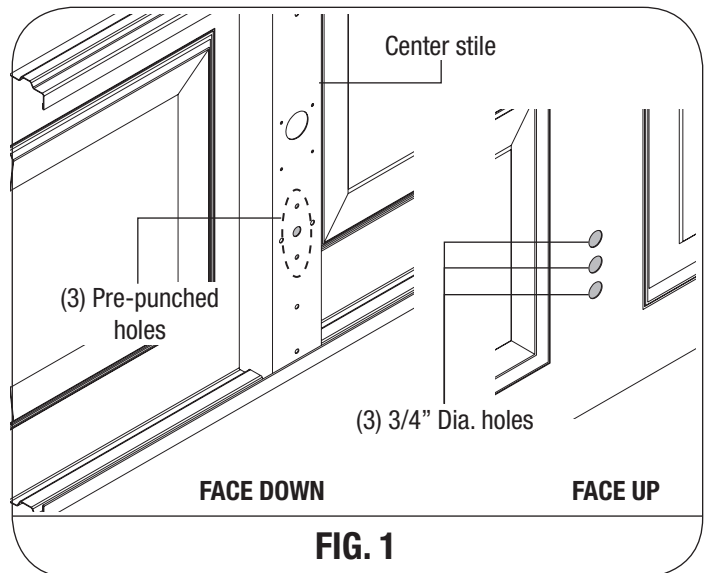

FIG. 1
8000/8100/8200 DOORS, (SEE FIG. 1): Place the lock section face down on (2) padded sawhorses for a single car door or (3) padded sawhorses for a double car door. Locate the (3) hole pattern in the center stile of the lock section. Use the (3) holes as a template to drill (3) 1/8" diameter holes through the section. Flip the section over, face up. With the section face up, enlarge all (3) holes to 3/4" diameter, pay close attention not to drill complete through section into center stile.
EN LAS PUERTAS DE LAS 8000/8100/8200, (VER FIG. 1): Coloque la sección de la cerradura boca abajo sobre (2) caballetes acolchados para una puerta simple o (3) caballetes acolchados para una puerta doble. Localice el patrón de (3) orificios en el montante central de la sección de la cerradura. Use los (3) orificios como plantilla para taladrar (3) orificios de 1/8" de diámetro a través de la sección. Voltee la sección, boca arriba. Con la sección boca arriba, amplíe los (3) orificios a un diámetro de 3/4", tenga cuidado de no taladrar por completo a través de la sección hasta el montante central.